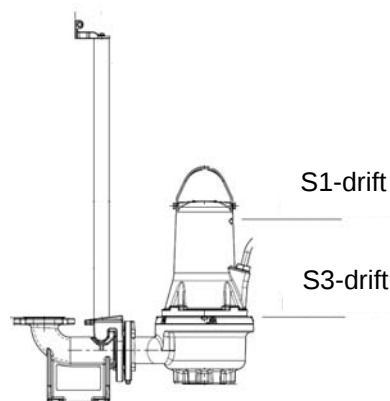

Fig. 2 Stoppnivåer
- **För S1-drift** (kontinuerlig drift) måste pumpen alltid vara täckt av den pumpade vätskan till motorns överkant. Se fig. 2.
- **För S3-drift** (periodisk drift): Pumpen ska alltid täckas av pumpvätskan upp till pumphusets övre del. Se fig. 2.